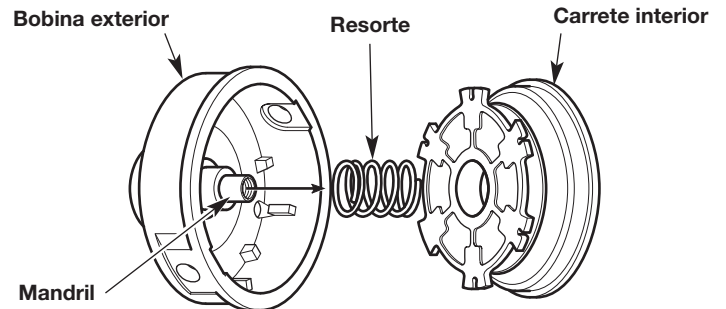

Fig. 15
NOTA: La bobina exterior (Fig. 15) permanecerá conectada a la unidad.
- Retire el carrete interior de la bobina exterior (Fig. 15).
- Retire el resorte del carrete interior (Fig. 15).